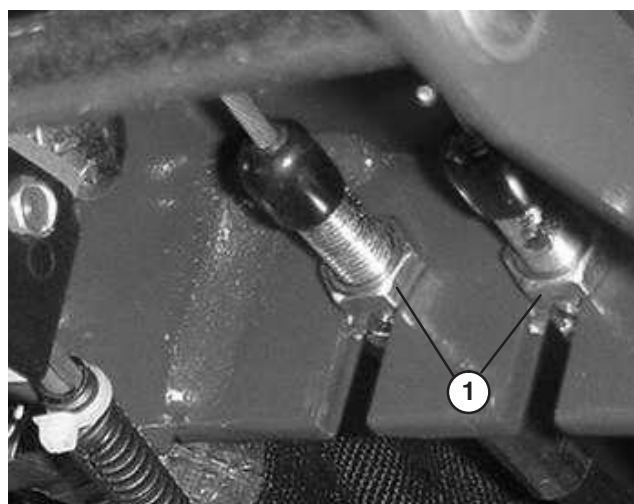

Figure 69
1. Pour réduire la garde aux pédales de freins directionnels (c.-à-d. pour serrer les freins), desserrez l'écrou avant sur l'extrémité filetée du câble de frein (Fig. 69) Serrez ensuite l'écrou arrière pour déplacer le câble en arrière jusqu'à obtention d'une garde de 13 à 25 mm. Resserrez les écrous avant lorsque les freins sont réglés correctement.